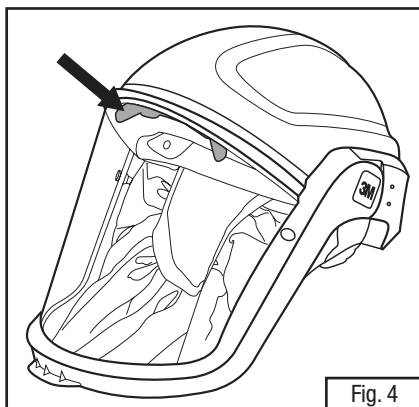

Fig. 4
6. Se necessário, ajuste o fluxo de ar dentro do capacete para seu conforto. Para ajustar, erga o visor para a posição (aberto). Localize o defletor de ar azul na parte da frente do capacete e rode-o. A Fig. 4 mostra onde o defletor de ar se encontra localizado. Há duas posições. Ajuste completamente aberto para um fluxo de ar maior ao longo da face, ou parcialmente fechado, para redirecionar uma quantidade de ar para o visor. Após ajustar o defletor de ar, baixe o visor de volta à posição para baixo.